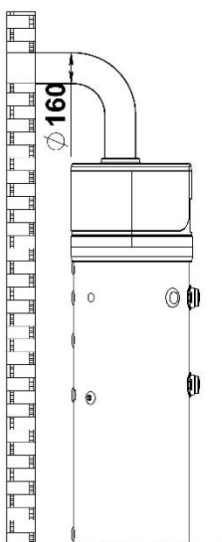

Bild 5a – Beispiel einer abführenden Luftleitung
- Luftversorgung aus dem Raum und Auslassen der kalten Luft ins Freie (**Bild 5a**). – Erforderliche vorhandene Öffnungen für Luftzugang zum Raum. Der Raum soll ein Mindestvolumen von 20 m³ besitzen.